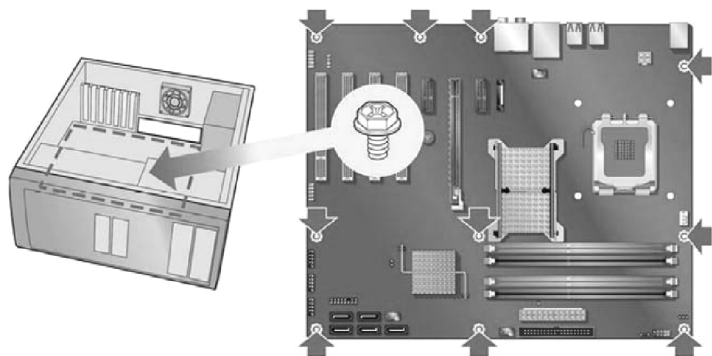

图 2-59 主板安装到机箱示意图
4) 将主板安装到机箱时，如图 2-59 所示，将图中箭头所示的 10 个螺钉孔对准主机机箱内相对位置的螺钉孔，然后再一一拧上螺钉固定主板。